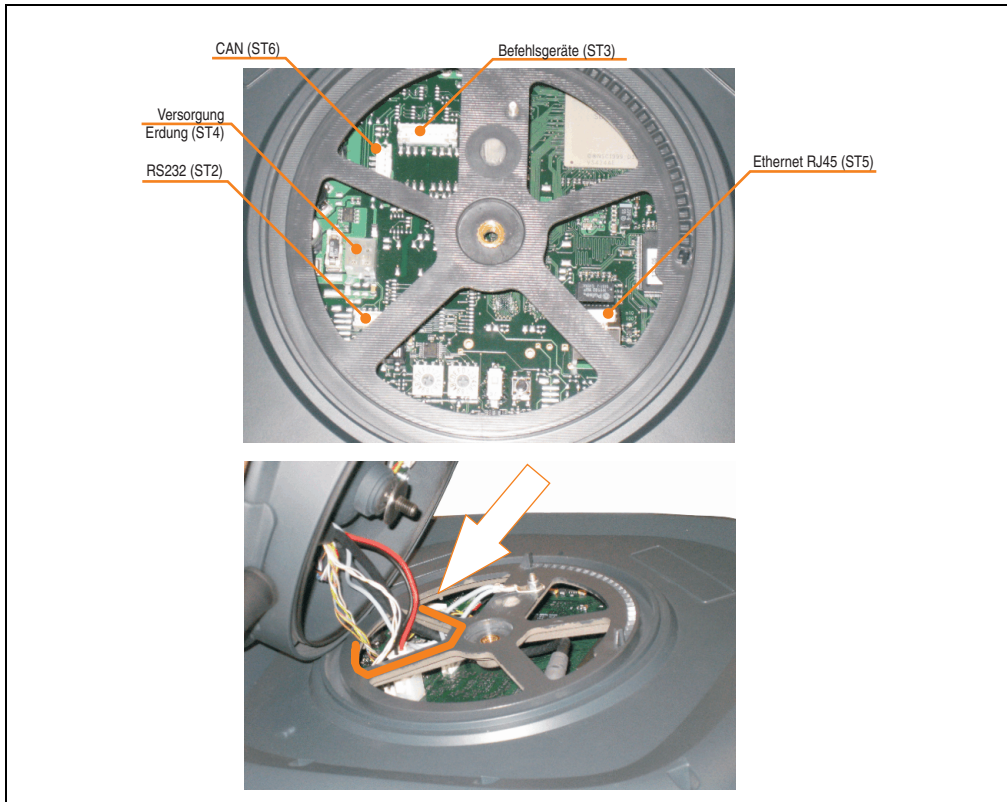

Abbildung 144: Steckeranschlüsse und Kabelführung
- 7) Anschließen des Mobile Panel Anschlusskabels an das Bedienteil (ST2, ST3, ST4, ST5, ST6). Die Belegung des Kabels siehe Abbildung 41 "Anschlusskabel 5CAMPH.0xxx-10", auf Seite 85. Die Kabel dürfen nur durch die in der Abbildung 144 "Steckeranschlüsse und Kabelführung" gekennzeichnete Gehäuseöffnung (siehe Pfeil) geführt werden.